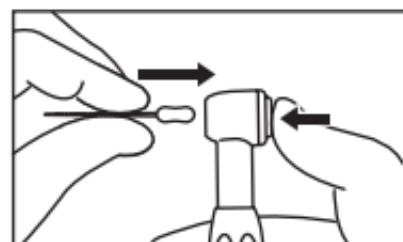

Fig. 2
- 器具のハンドルをチャックに挿入して(図2)、ボタンを放します。